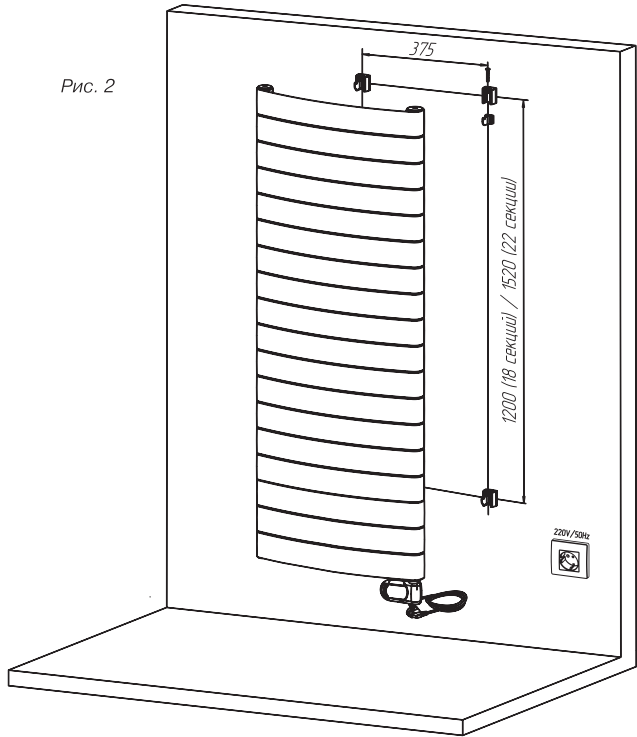

Рис. 2
Располагайте радиатор в соответствии с правилами размещения приборов см. рис. 2. Не храните в перевернутом виде.
- Кронштейны радиатора предполагают его регулировку по вертикали в пределах 12 мм. При установке кронштейнов следите за равномерностью нагрузки от установленного радиатора см. рис. 2.